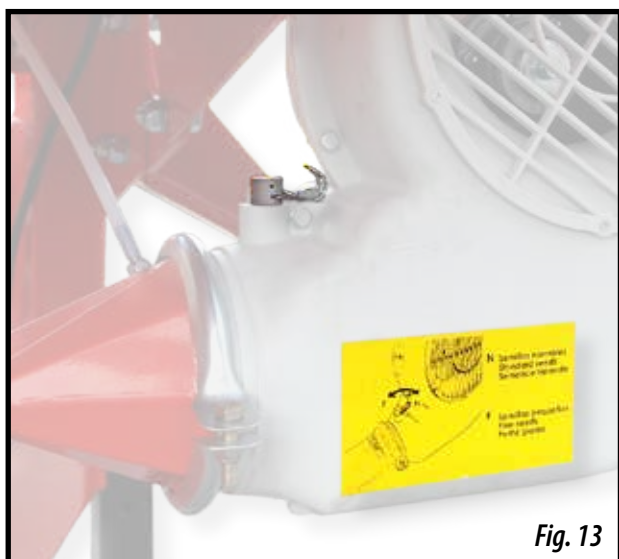

Fig. 13
LA TURBINA DEBE TRABAJAR SIEMPRE EN POSICIÓN **NORMAL (N)**, TAL Y COMO SE MUESTRA EN LA IMAGEN 13.